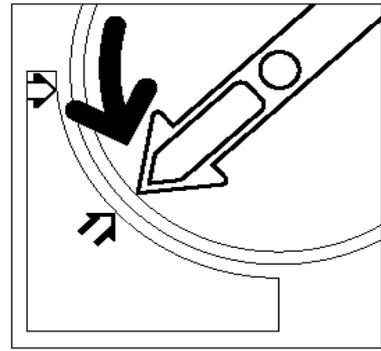

Fig. 9: Rotazione della cartuccia di toner
- 3** Per rimuovere la cartuccia vuota, ruotarla in senso antiorario finché il grande punto sulla cartuccia non è allineato con il piccolo punto sulla macchina, come illustrato in Fig. 9.